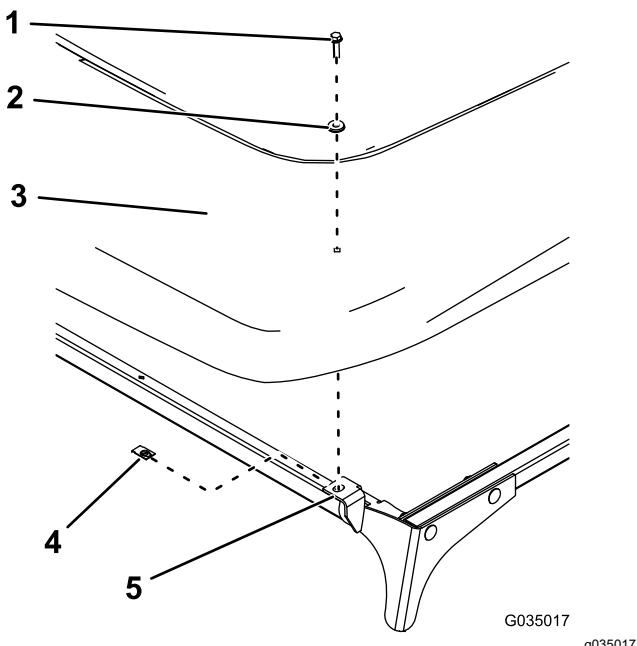

图 64
- 如图 64 所示用 2 个夹子、2 个密封垫圈和 2 个六角头螺栓 $\frac{1}{4} \times 1$  英寸将遮阳篷安装到前安装板上。